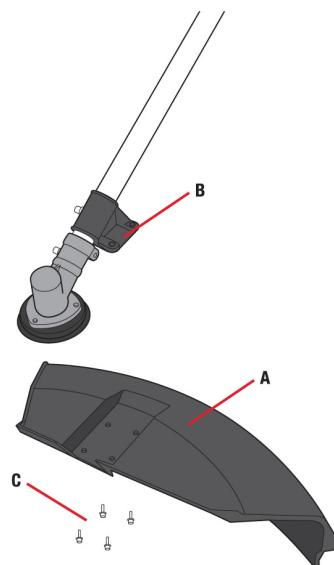

Fig. 2
2. Coloque los 4 tornillos "C" en los orificios, desde la parte inferior de la guarda "A" en dirección hacia el soporte "B". (Fig. 2)
*La guarda se debe instalar (Fig. 2) de forma que distribuya adecuadamente el hilo de corte y proteja al usuario.*